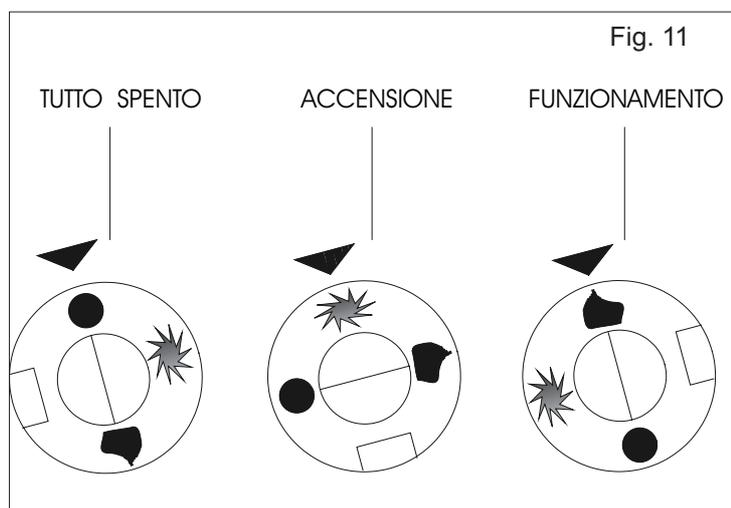

Fig. 11
APPARECCHI CON VALVOLA GAS ELETTRICA (FIG.11)
- Girare e premere la manopola (Fig. 11) sulla posizione "ACCENSIONE" e mantenerla premuta finchè la fiamma pilota si accende e rimane accesa.
- Girare la manopola (Fig. 11) sulla posizione "FUNZIONAMENTO".
- Riportare la manopola (Fig. 11) sulla posizione "ACCENSIONE".
- Riportare la manopola (Fig. 11) sulla posizione "TUTTO SPENTO" e chiudere il rubinetto del gas a monte dell'apparecchio.